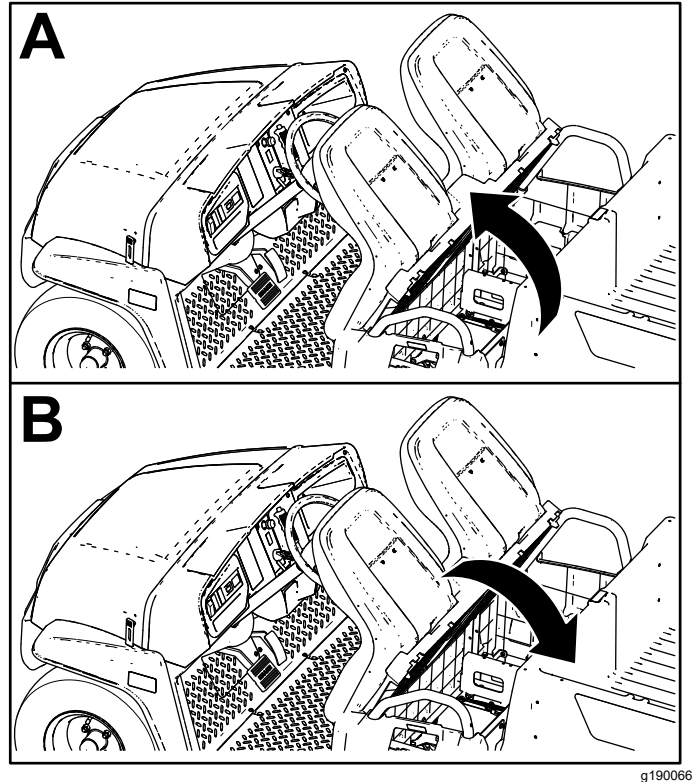

Figure 25
Pour relever l'ensemble sièges, basculez-le vers l'avant jusqu'à ce qu'il repose sur le volant (Figure 25).
Pour abaisser l'ensemble sièges, basculez-le vers l'arrière jusqu'à ce qu'il retrouve sa position initiale (Figure 25).
1. Poussez l'ensemble sièges en avant, en position relevée (Figure 25).